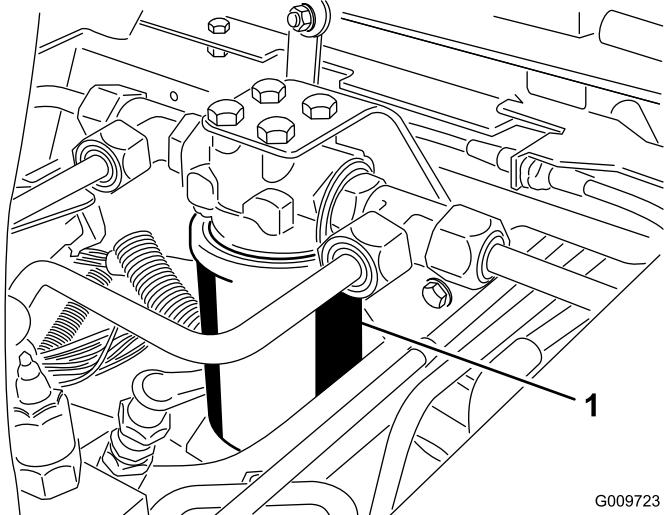
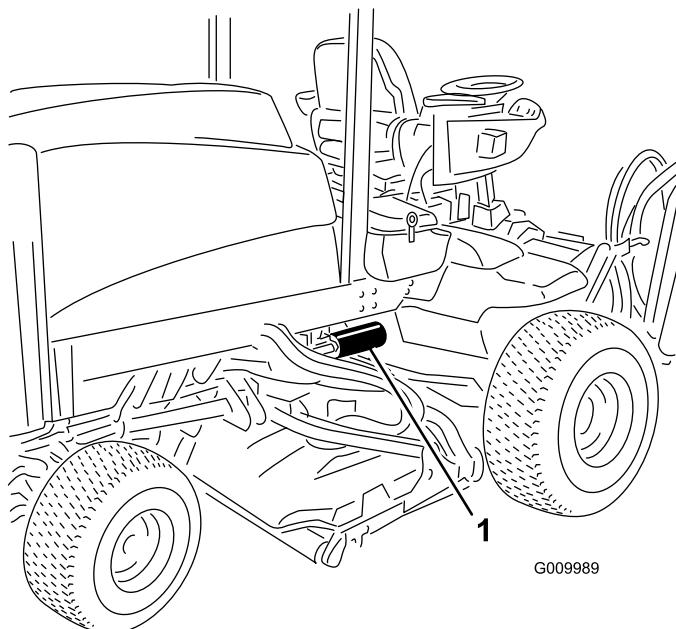

Figura 49
Figura 50
2. Limpe a zona em torno da montagem do filtro. Coloque um recipiente de escoamento debaixo do filtro e retire o filtro (Figura 49 e Figura 50).